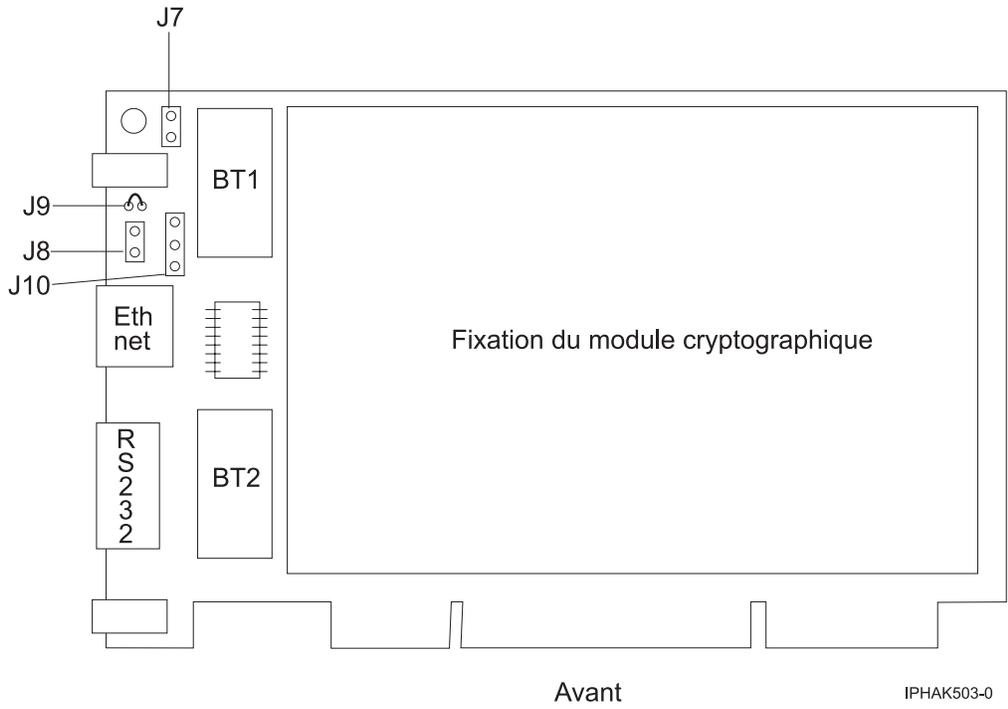

Figure 67. Recto de l'adaptateur
6. Insérez l'une des nouvelles batteries dans le bloc de batteries fourni avec le kit. Alignez le + de la batterie avec le + du bloc de batteries (l'extrémité avec le câble rouge). Connectez les câbles du bloc au connecteur J10 situé près du port série RS-232, comme illustré dans la figure 67, à la page 209. Le connecteur est polarisé pour garantir un branchement correct.